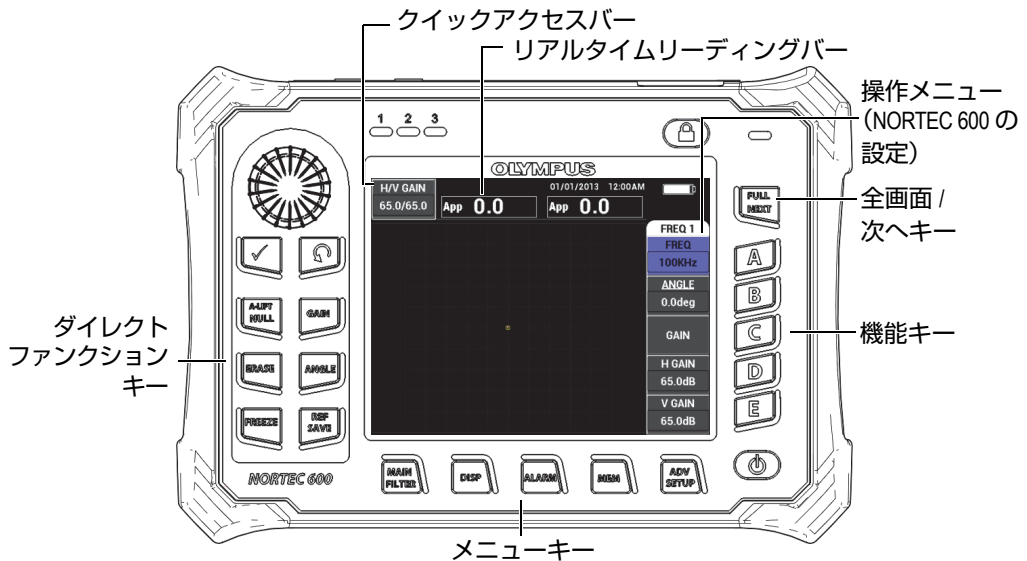

図 2-5 NORTEC 600 のフロントパネルとメイン探傷画面
画面の上部左隅にある長方形のデータ枠は、クイックアクセスバーと呼ばれています（59 ページの図 2-5 を参照）。このデータ枠には、NORTEC 600 の水平ゲインと垂直ゲインの両方、水平ゲインのみ、垂直ゲインのみ、またはダイレクトファンクションキーのゲインまたは **dB** 位相  を押した場合の角度設定が表示されます。このクイックアクセスバーは、別のキーが押されるまで表示され続けます。
リアルタイムリーディングバーには、ユーザー設定が可能な測定値を表示します (59 ページの図 2-5 を参照)。選択可能なオプションからリアルタイムの測定値を 2 つまで表示することができます。リアルタイムリーディングバーでは、1 つまたは 2 つの測定値の設定または非設定を行うことができます。詳細については、62 ページの「リアルタイムリーディングの表示」を参照してください。
探傷器の設定は、メイン画面の右側に表示されます。表示される設定情報は、どのメニューキーを押すかによって異なります。探傷器のフロントパネルの下部には、基本 / フィルタ (🌀)、表示 (□)、アラーム (🔊)、ファイル (SD)、および設定 (⚙️) の 5 つのメニューキーが並んでいます (59 ページの図 2-5 を参照)。
microSD メモリーカードは、NORTEC 600 の右側にある I/O カバーの下のカードスロットに差し込みます (51 ページの図 1-23 を参照)。使用状況や使用可能な機能やオプションに応じて、さまざまなインジケータや数値が画面や主要な測定値の周囲に表示されます (59 ページの図 2-5 を参照)。
フロントパネルの下部には、基本 / フィルタ ()、表示 ()、アラーム ()、ファイル ()、および設定 () というメニューキーがあり、これらのキーから操作メニューにアクセスすることができます。操作メニューは、画面の右側に表示されます (59 ページの図 2-5 を参照)。2 次メニューがある場合には、メニューをキーをもう 1 度押すと、2 次メニューとそのパラメーターが表示されます。
リアルタイムリーディングバーには、ユーザー設定が可能な測定値を表示します（59 ページの図 2-5 を参照）。7 種類の選択肢の中から 2 種類まで、リアルタイムに表示したい測定値を選択することができます。リアルタイムリーディングバーでは、1 つまたは 2 つの測定値を表示または非表示にすることができます。
リアルタイムリーディングは、59 ページの図 2-5 に示すように全画面 / 次へキー () を押して全画面モードでも表示することができます。全画面モードで表示された測定値は、メイン探傷画面での表示位置とは別の位置に表示されます。また、測定値はユーザーが選択することができます。